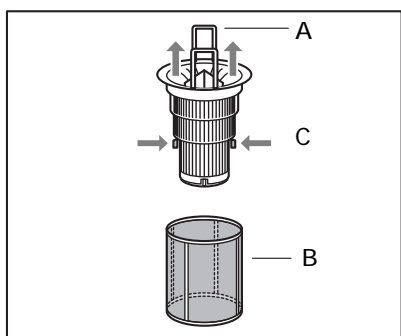

fig. 10
- Enlevez l'arroseur du bas en le tirant vers le haut (voir fig. 10).
Microfiltre (voir fig. 10)